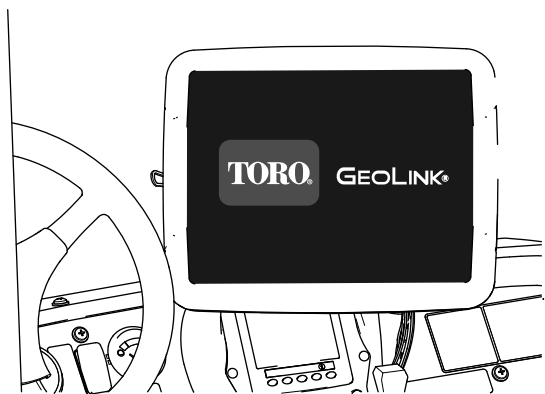

Рисунок 155
- Управляющая консоль – показывает графическое изображение и текст (Рисунок 155)